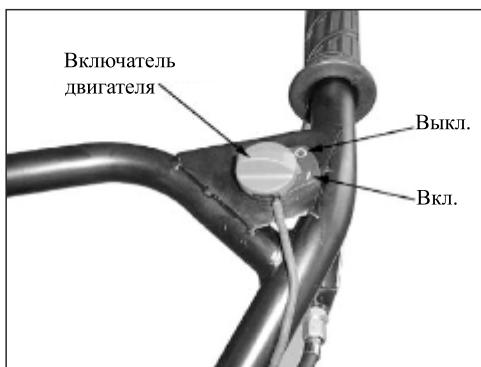

Рис. 18
- Перед запуском двигателя убедитесь, что включатель находится в положении "I" (вкл) (рис. 18).